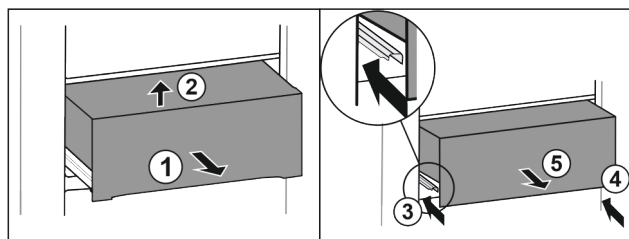

Fig. 38*
- ▶ Изтеглете чекмеджето наполовина Fig. 38 (1).*
- ▶ Повдигнете отпред Fig. 38 (2).*
- ▶ Вкарайте лявата релса Fig. 38 (3).*
- ▶ Вкарайте дясната релса Fig. 38 (4).*
- ▶ Извадете чекмеджето напред Fig. 38 (5).*